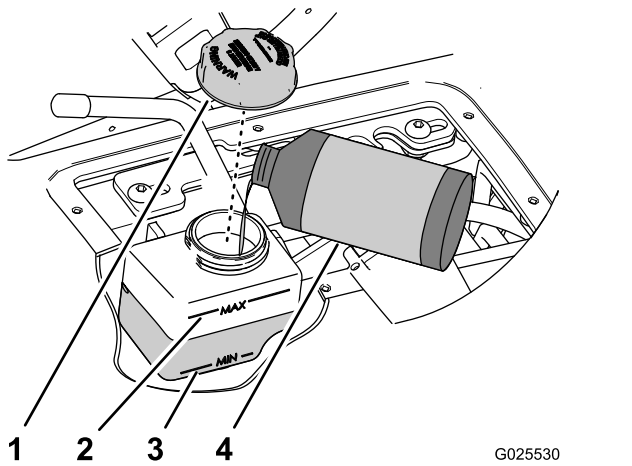

**Figura 60**
1. Retire los pomos de la palanca de elevación hidráulica y la palanca de intervalos de velocidad (Figura 60).
- Retire los 6 tornillos de cabeza hexagonal con arandela prensada (#10 x 3/4") que sujetan la tapa del panel de control a la base del asiento, y retire la tapa del panel (Figura 60).
- Alinee los taladros de la tapa del panel de control con los taladros de la base del asiento (Figura 60).
- Sujete la tapa a la base con los 6 tornillos de cabeza hexagonal con arandela prensada (Figura 60) que retiró en el paso 2.
- Enrosque los pomos en las varillas de la palanca de elevación hidráulica y la palanca de intervalos de velocidad (Figura 60).
- Retire los pomos de la palanca de elevación hidráulica y la palanca de intervalos de velocidad (Figura 60).
9. Alinee los taladros de la tapa del panel de control con los taladros de la base del asiento (Figura 60).
10. Sujete la tapa a la base con los 6 tornillos de cabeza hexagonal con arandela prensada (Figura 60) que retiró en el paso 3.
11. Enrosque los pomos en las varillas de la palanca de elevación hidráulica y la palanca de intervalos de velocidad (Figura 60).